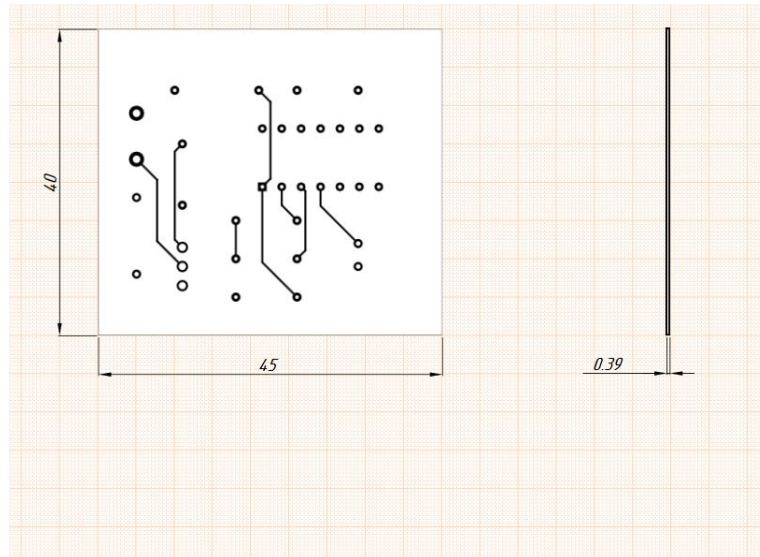

Рис. 6.7
- 26) Розмістіть розміри. Для цього виконайте команду **Place-Linear Dimension**. Для розміщення розміру, необхідно обрати сторону, розмір якої потрібно встановити або дві сторони, відстань між якими необхідно встановити. Встановіть розміри так, як зображено на рис. 6.7.
27) Оберіть розміщені розміри та відкрийте їх налаштування. У вкладці **Units** приберіть відмітку у **Show Unit Names**. У вкладці **View**, у рядку **Text Position**, оберіть **Outside Aligned**. У вкладці **Appearance**, у полях **Dimension Line Style** та **Extension Line Style**, встановіть чорний колір лінії. Результат зображений на рис. 6.7.